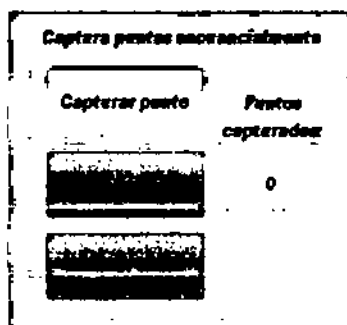

Ilustración 13. Captura puntos secuencialmente
3. Seleccione el botón Capturar punto del grupo Captura puntos secuencialmente (Ilustración 13).